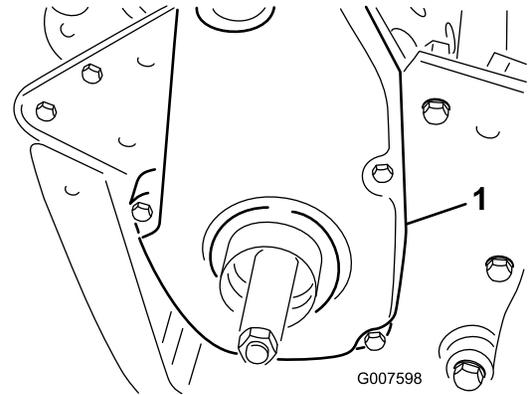

図 40
1. ベルトカバー取り付けネジを外してカバーを取り、ベルトを露出させる（図 40）。